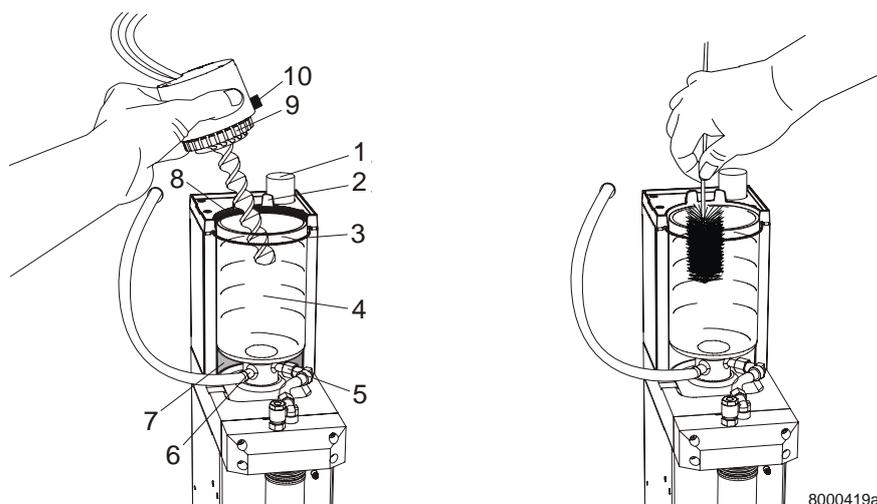

图 5: 3 用柔软的试管刷进行清洁
1. 抬起搅拌器（9），将其移出滴定缸（4），放置在固定支架（1）上，见图 5: 3。